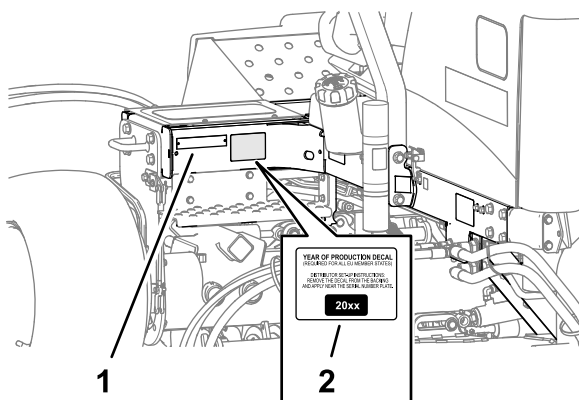

Figura 37
1. Pulite il telaio sinistro in prossimità della piastra del numero di serie/modello con alcol e lasciate che il telaio si asciughi (Figura 37).
2. Rimuovete la parte posteriore e applicate l'adesivo dell'anno di produzione sul telaio in prossimità della piastra del numero di serie come illustrato nella Figura 37.